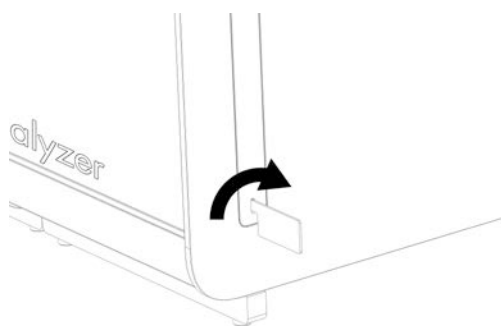

Figura 15. Removendo as coberturas de proteção.
3. Remova as coberturas de proteção da parte lateral do Módulo analítico com a Ferramenta de remoção de coberturas de proteção fornecida com o QIAstat-Dx Analyzer 1.0 (Figura 15).